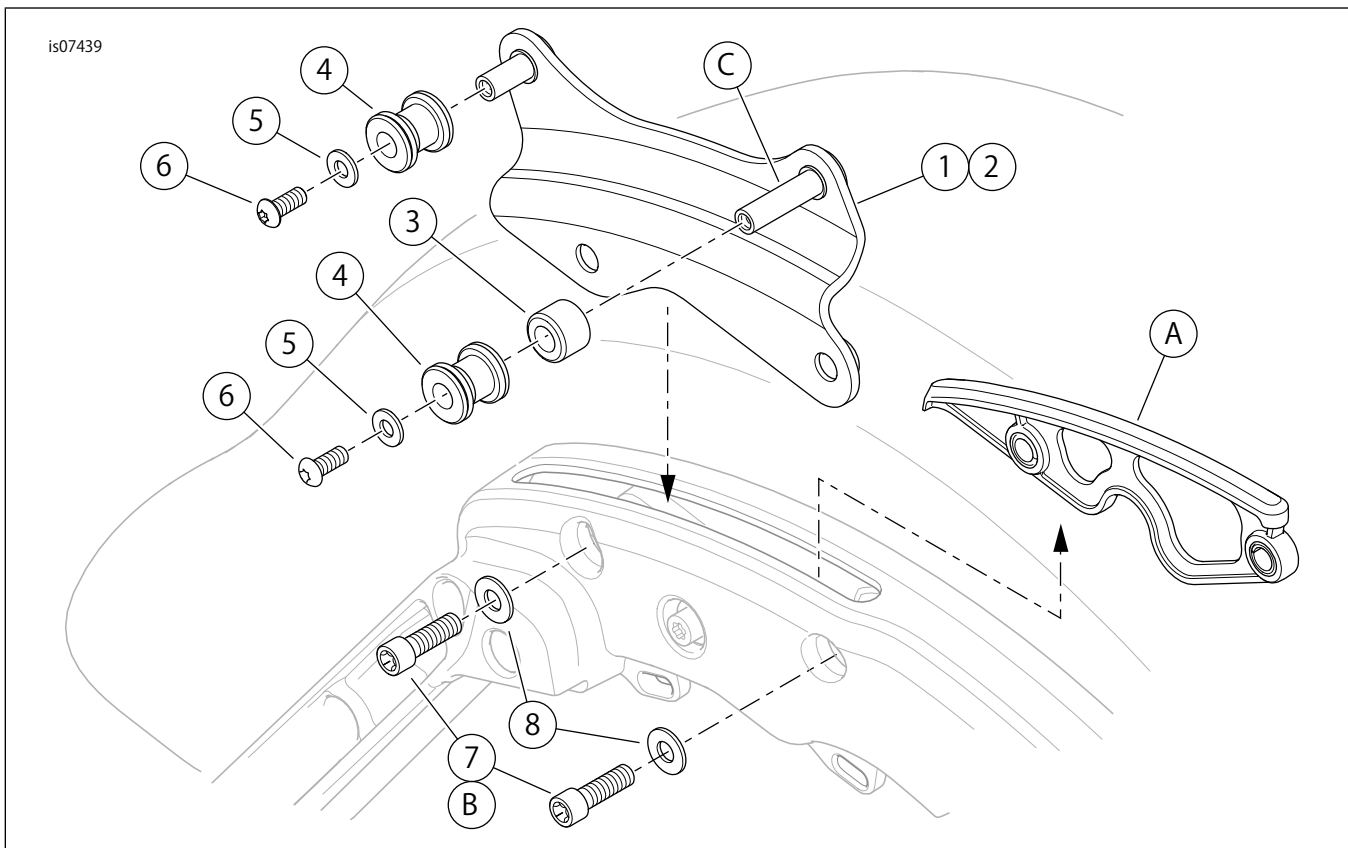

図2。交換用パーツ、4点デタッチャブルドッキング金具キット
「図2」および「表1」を参照してください。
2. 「図2」を参照してください。各側にあるサドルバッグサポートからスクリュウ2本(B)を取り外します。サポートのスロットからスロットカバーインサート(A)を持ち上げます。
6. 「図2」を参照してください。スペーサー(3)を各ドッキングプレートの長い方のピン(C)に挿入させます。ドッキングポイント(4)を、面取り側を先にして、各ドッキングポイントピンにスライドさせます。クロムワッシャー(5)をキットの小さいスクリュー(6)のそれぞれに取り付けます。各スクリューのねじ部にLoctite243(青)を2、3滴塗布します。